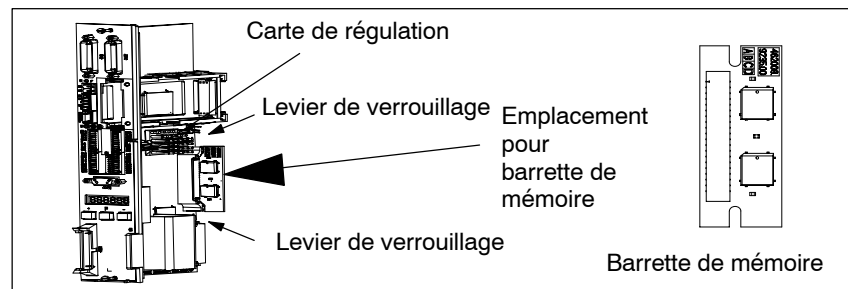

Fig. 2-2 Montage/démontage de la cartouche mémoire
2. Déverrouiller les leviers de verrouillage des cartouches mémoire en les pressant vers le bas et vers l'extérieur (voir figure 2-2).